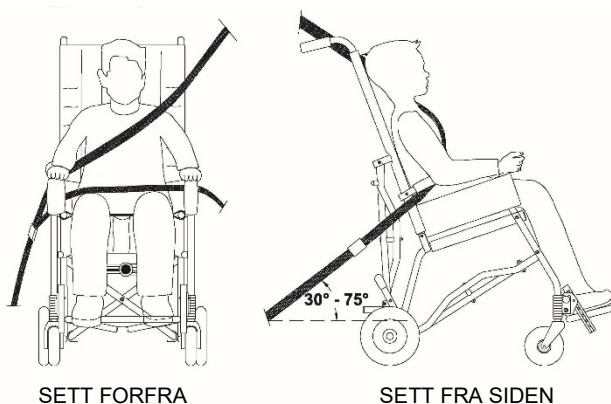

fig. 5
- for å fungere effektivt, **kan ikke fastspenningsbeltene og kroppen adskilles av rullestolkomponenter eller -deler**, slik som armlenene eller hjulene på vognen (se fig. 5 og 6, side 13)
- **fastspenningsdelene av skulderbeltet må posisjoneres og passe over skuldrene** (se fig. 5, side 13)